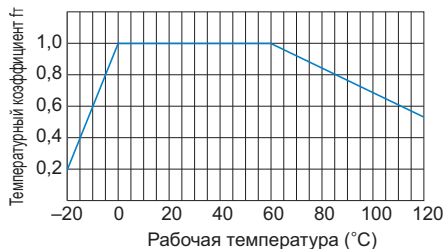

Рис.2 Температурный коэффициент
Рост температуры переходной гайки сверх пределов нормального диапазона уменьшает устойчивость гайки к образованию задиrow и прочность материала. Следовательно, необходимо умножить допустимый динамический крутящий момент (T) и допустимую динамическую тяговую нагрузку (F) на соответствующий температурный коэффициент, указанный на Рис.2.
- f_T : температурный коэффициент (см. Рис.2)